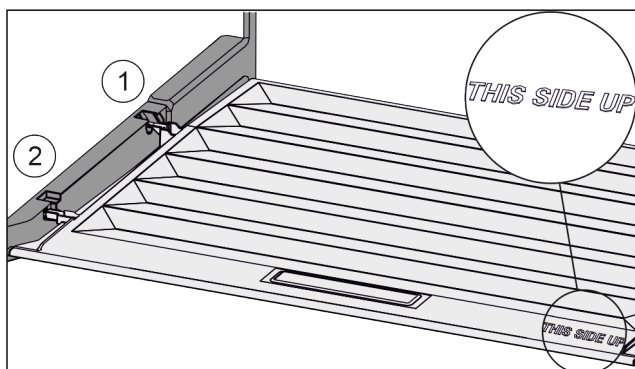

Fig. 28
- ▶ Ramiona pokrywy wprowadzić ponad otworem tylnego uchwyty Fig. 28 (1) i zażebić z przodu w uchwycie Fig. 28 (2).